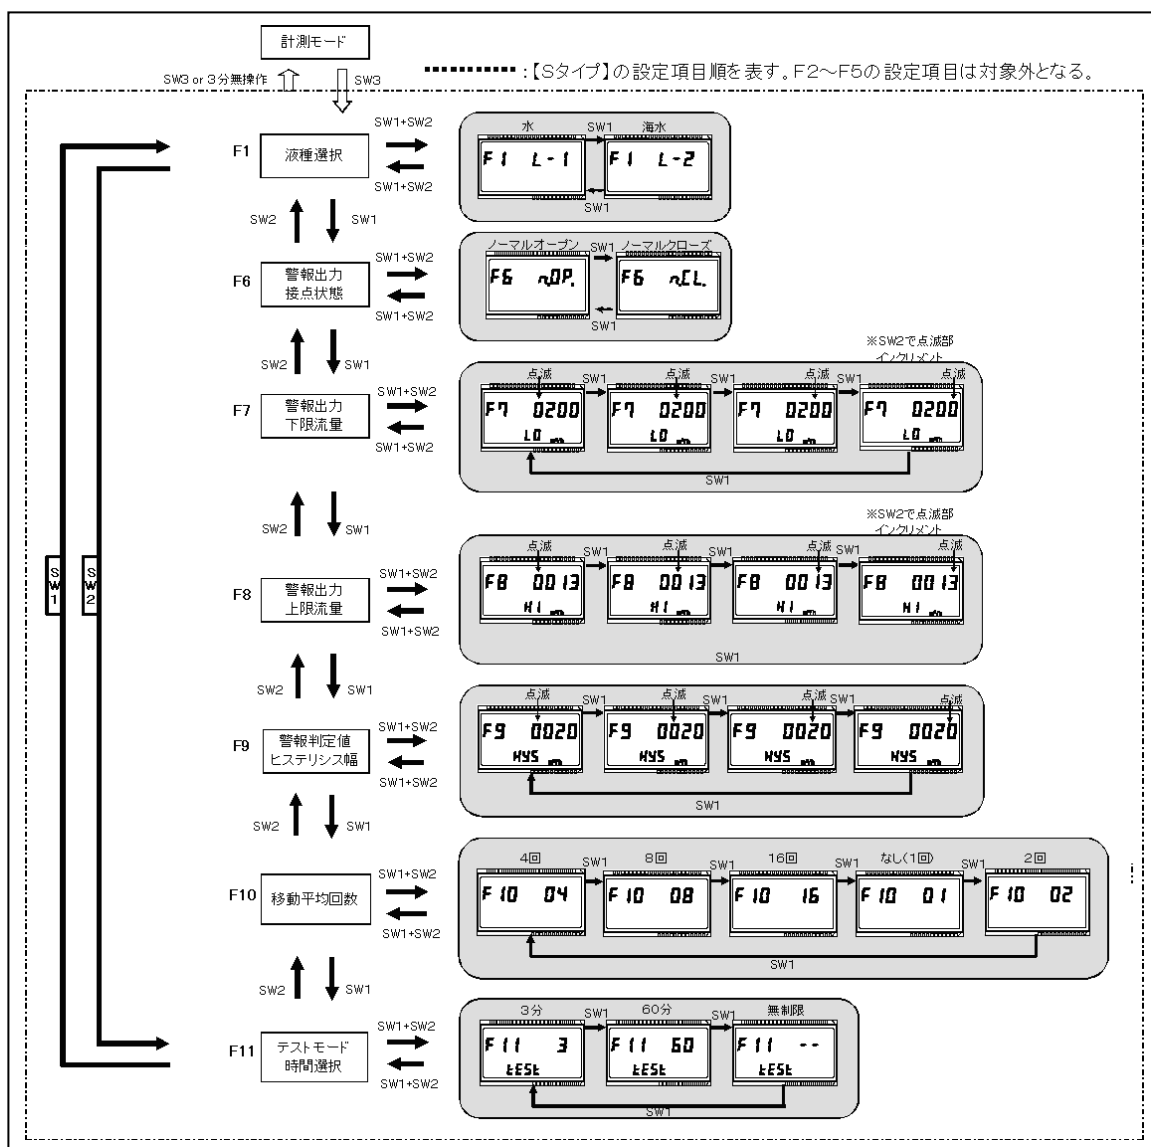

図 7-1. 各種設定モードの表示切替図
- ③ 設定モードでは「表6-1. 各種設定項目と内容」(P.14)で示した設定内容の変更を行うことができます。設定モードでのボタン操作方法は、「図7-1. 各種設定モードの表示切替図」(P.15)を参照してください。